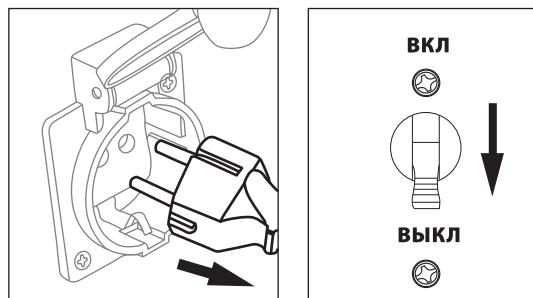

Рис. 7
- Отсоедините все электрические нагрузки. Переведите основной прерыватель цепи переменного тока в положение «Выкл» (рис. 7).